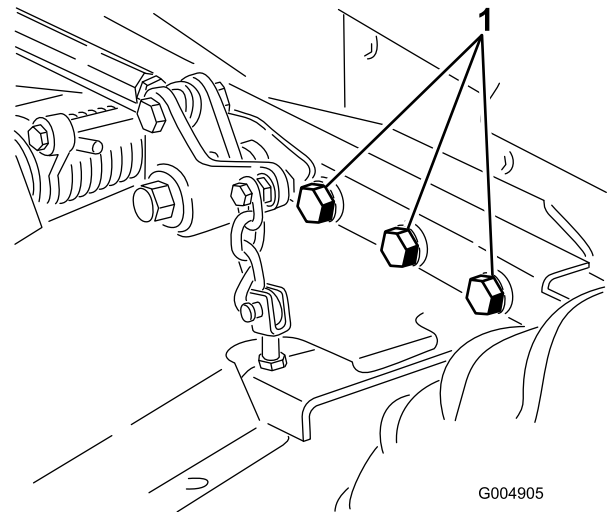

Bild 80
4. Prüfen Sie auf lockere Befestigungsteile und ziehen diese bei Bedarf fest. Ziehen Sie besonders die 6 Schrauben auf 359 Nm an, mit denen der Mähwerkrahmen an der Zugmaschine befestigt ist (Bild 80).